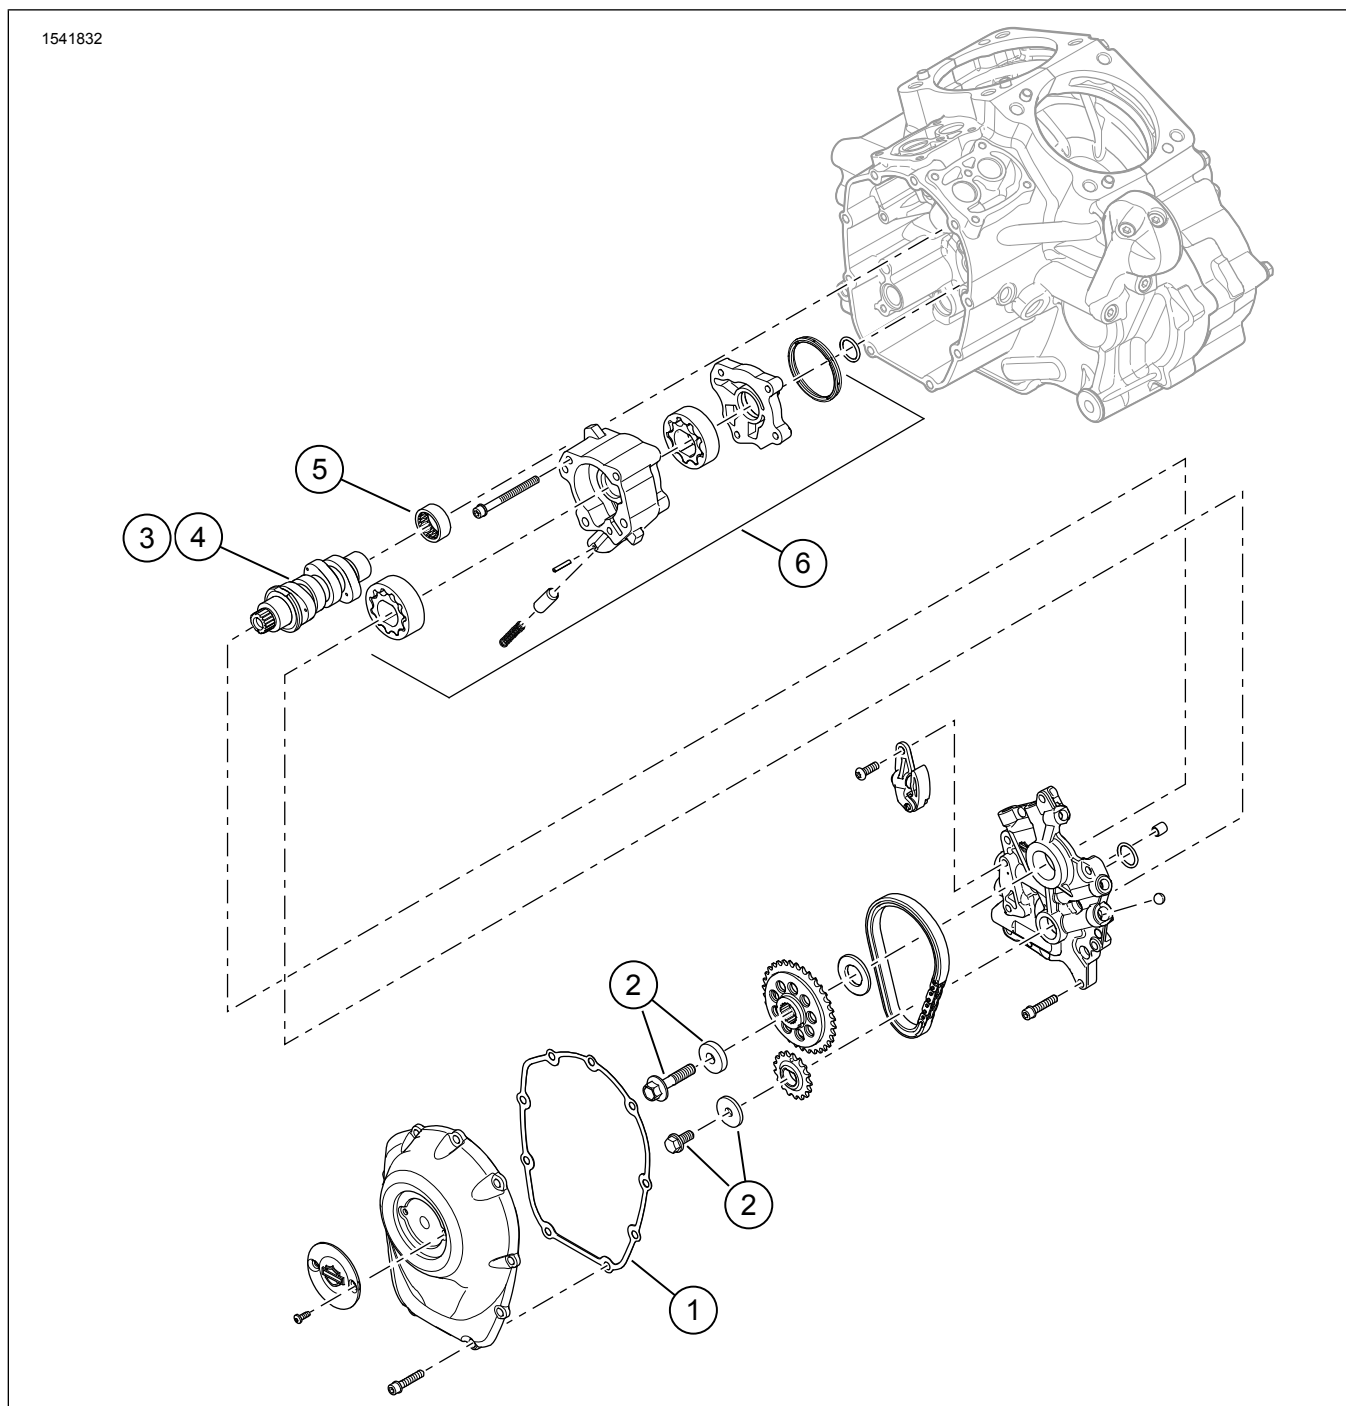

Figura 4. Peças de reposição: Kit Screamin' Eagle Milwaukee-Eight Stage 2
1. Ver a Figura 4. Instale a bomba de óleo. Veja o manual de serviço.